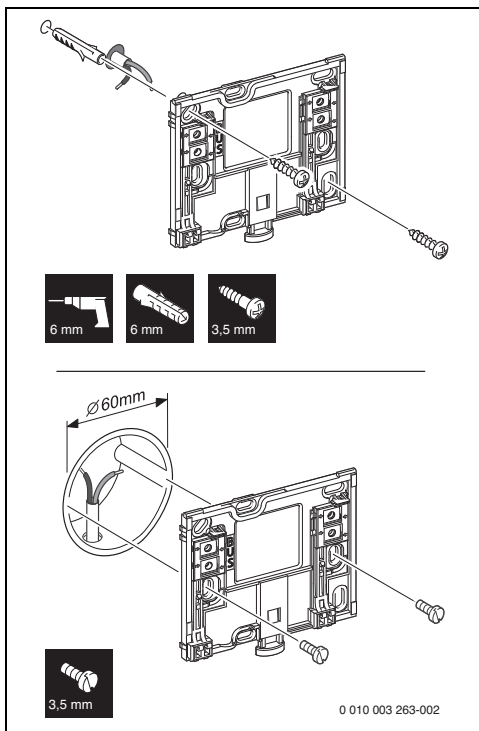

Fig. 3 Instalarea soclului
- Instalarea soclului pe perete (→ Fig. 3).